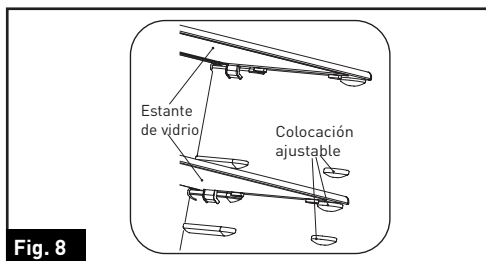

Fig. 8
- Cuando empuje las gavetas de regreso a su posición, hágalo de forma sutil y asegúrese de que no haya obstáculos detrás de ellas. (Fig. 8)